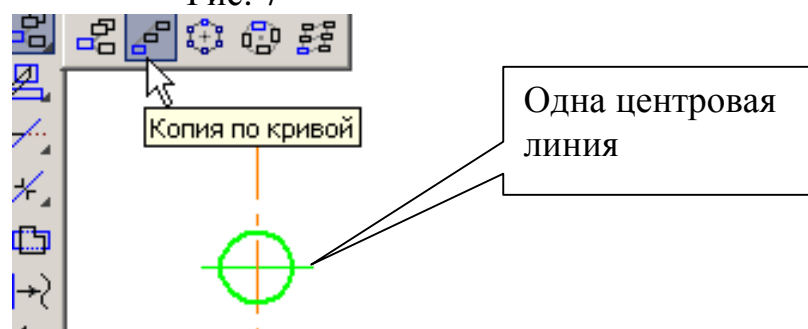

Рис. 8
2. Выделите рамкой (**Выделить – Рамкой** ) построенную окружность вместе с центровой линией и нажмите кнопку **Копия по кривой**  на панели **Редактирование** , рис. 8.